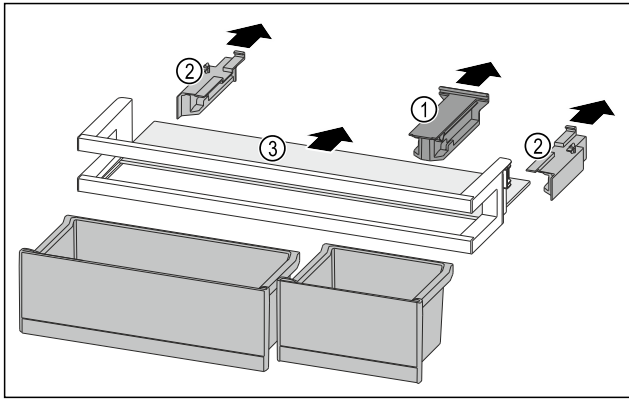

Fig. 117
- ▶ Снимите крепление Fig. 117 (1).
- ▶ Снимите боковые части Fig. 117 (2).
- ▶ Извлеките съемную полку Fig. 117 (3).